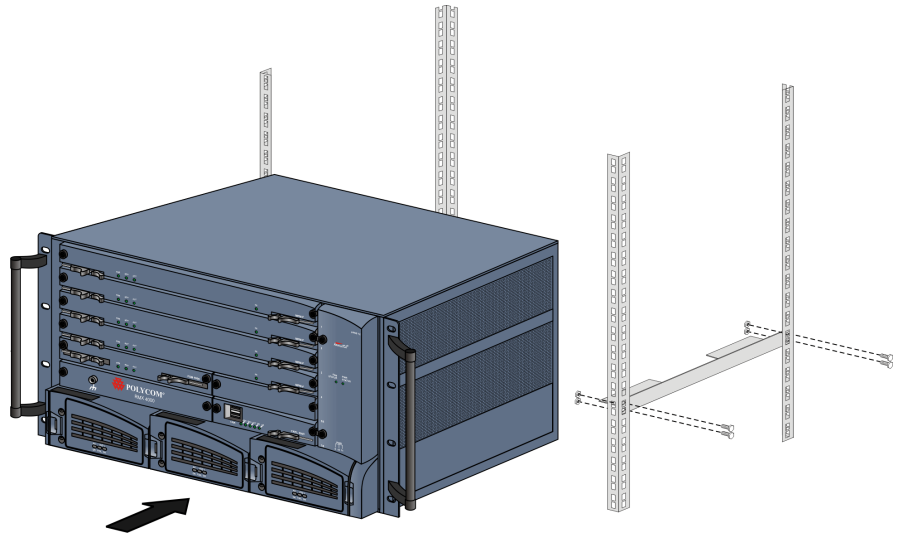

Figure 1-2 Installation en rack des glissières du châssis et du boîtier RMX
- 1 Si le boîtier RMX doit être monté en rack, il faut installer des glissières de châssis sur le rack comme illustré dans la figure 1-2. Deux glissières de châssis sont incluses dans le kit *d'accessoires d'installation en rack* et fixées vers l'intérieur depuis l'extérieur du montage en rack de 19"/23".